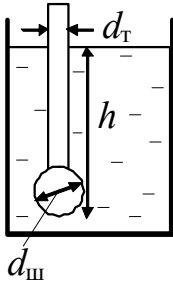

Рисунок 2.22
2.38. Ареометр весом 108 г имеет диаметр трубки  $d_T = 20$  мм и диаметр шарика  $d_{ш} = 30$  мм. Определить плотность жидкости, если глубина погружения ареометра составляет  $h = 200$  мм (рисунок 2.22).